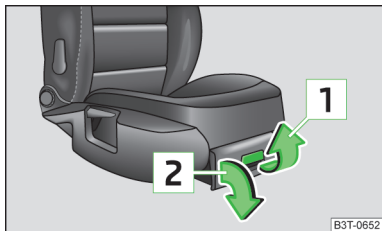

Fig. 91
► Trageți mânerul în sensul săgeții [1] » fig. 91.
► Apucați mânerul și închideți compartimentul trăgând în sens contrar săgeții [2] » fig. 91.